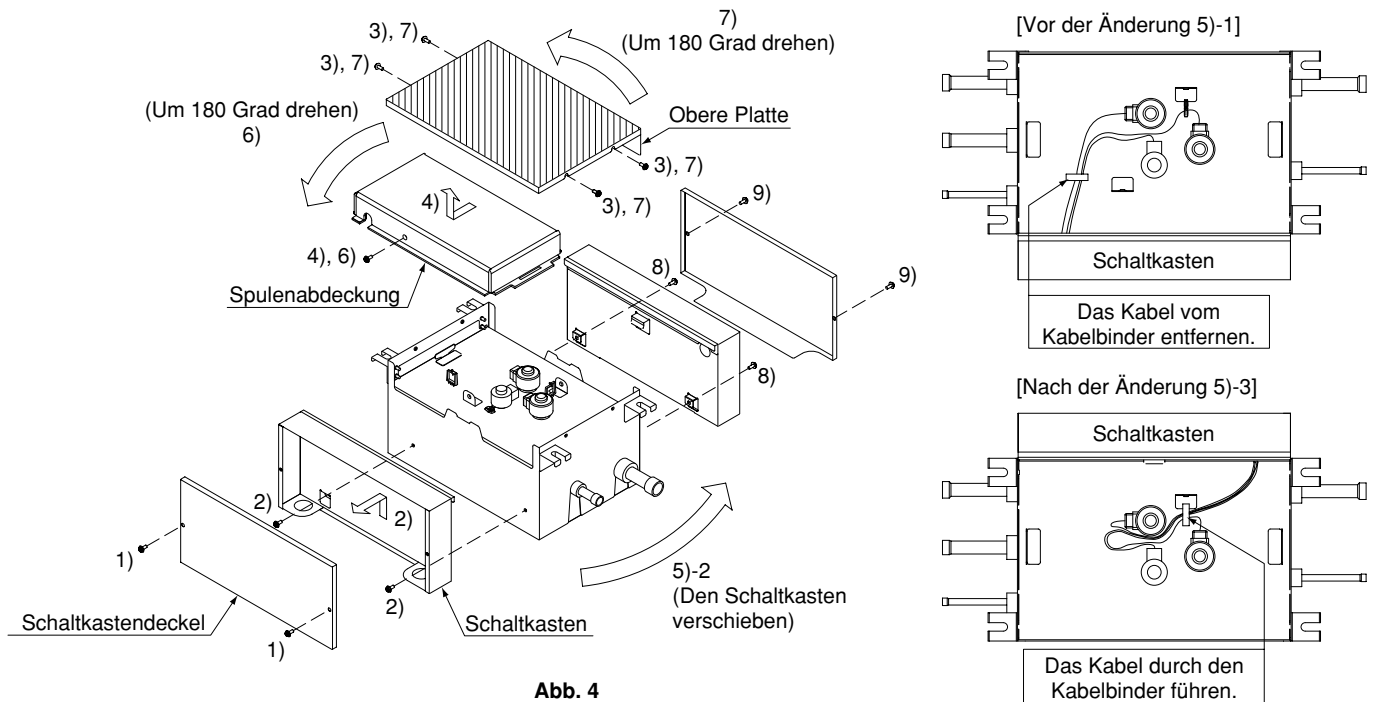

Abb. 4
(Siehe Abb. 4)
- Das BS-Gerät hat eine Ober- und eine Unterseite und ist so zu installieren, dass die in Abbildung 4 gezeigten diagonalen Linien auf der Oberseite liegen.